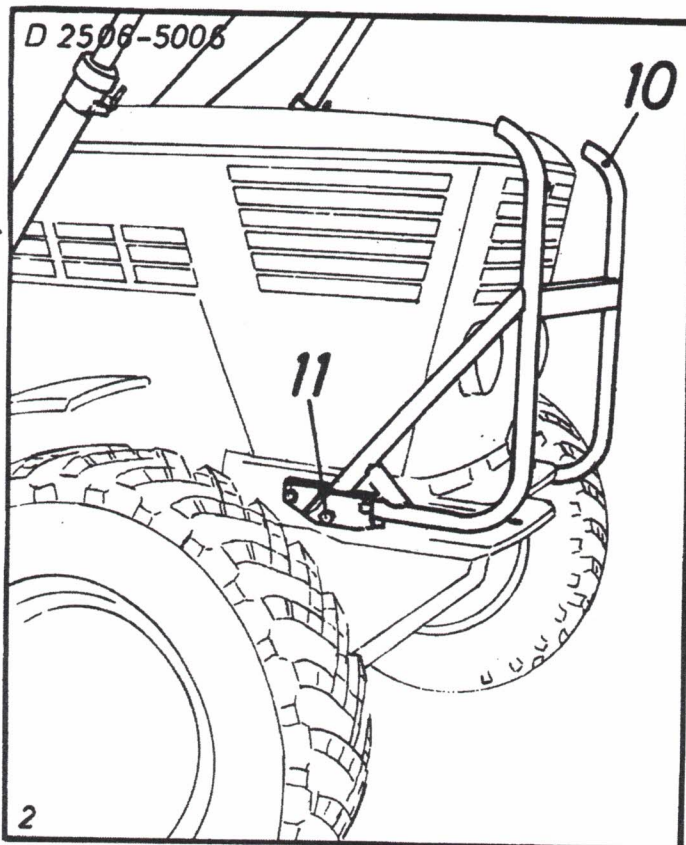

Bild 2
Rammschutz (10) mittels 6 Sechskantschrauben M 16 x 35 und Zahnscheibe A 16,5 (11) am Achsträger anschrauben (Siehe Bild 2)